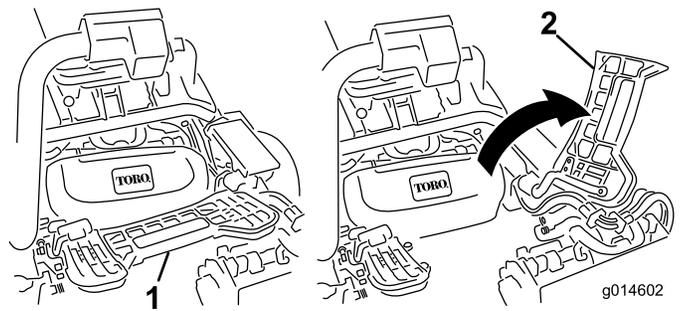

図 32
2. フットレストを跳ね上げて開き、中央カッティングユニット取り付け位置へのアクセスを確保する（図 32）。